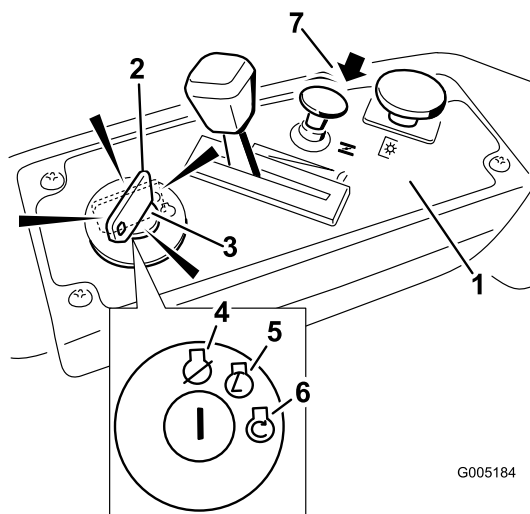

**Figura 9**
3. Gire la llave de contacto a Desconectado (Figura 9).